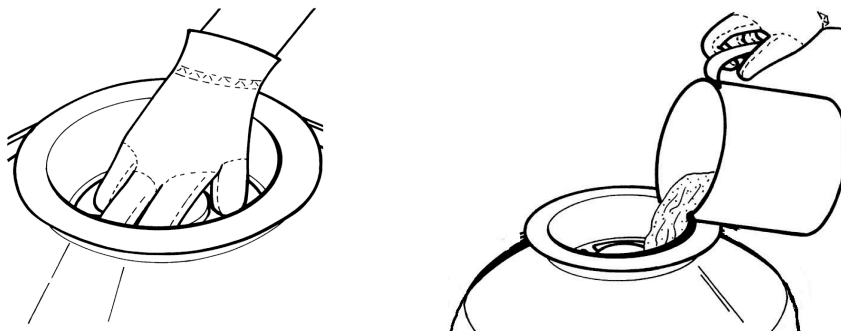

Abb. 4
4. Bauen Sie nun das Ausströmrohr mit dem unteren Filtertopf von oben in den Sandfilterbehälter ein. Dann legen Sie den Einfülltrichter auf die obere Öffnung des Behälters. Befüllen Sie nun den Behälter mit Quarzsand (Sandgewicht 13 kg). Achten Sie darauf, dass kein Sand in das Ausströmrohr gelangt. (Abb. 4)